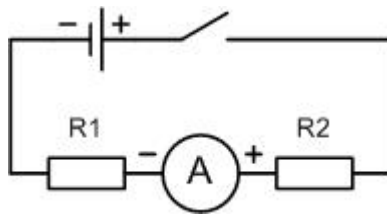

Рис. 8. Схема 4
4. Залишилось перевірити, чи однакові сили струмів у різних ділянках кола. В наступній схемі 4 (рисунок 8) будемо вимірювати струм в іншій ділянці кола – між резисторами  $R_1$  і  $R_2$ . Вольтметр тепер не потрібний. На рисунку 9 зображене фото цього кола. Користуючись рисунком 9, зберіть це коло з розімкненим ключем. Після одержання дозволу замкніть ключ і запишіть покази амперметра  $I_1$ . Закінчивши вимірювання, розімкніть ключ.